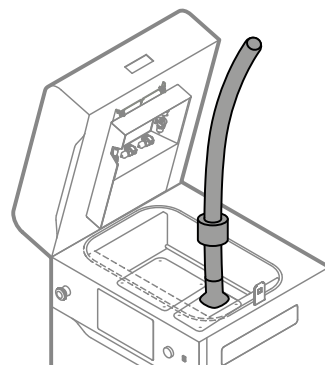

Abb. 12.25 Sauge das Pulver vom Print Bed ab.
18. Sauge das Pulver aus dem Print Bed und aus dem umliegenden Spalt. Verwende geeignete Düsen (Abb. 12.25).